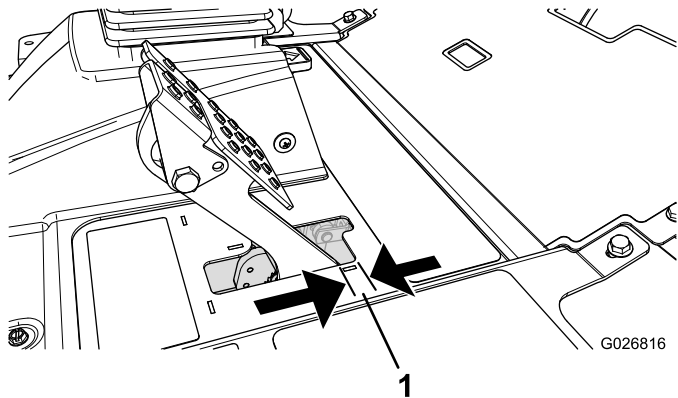

図 112
4. ブレーキペダルを軽く踏んで、ペダルの遊び抵抗なく動く距離を測定する **図 112**。
**注** ブレーキペダルの「遊び」 **図 112**が 2.5 cm 以上となったり、駐車ブレーキを掛けるのに強い力が必要と感じられるようになったら、調整を行ってください。
6. **図 112**後ナットを締めてケーブルを後方に移動させて、駐車ブレーキがホイールに作用するまでのブレーキペダルの遊びが 6-13 mm なるように調整する。